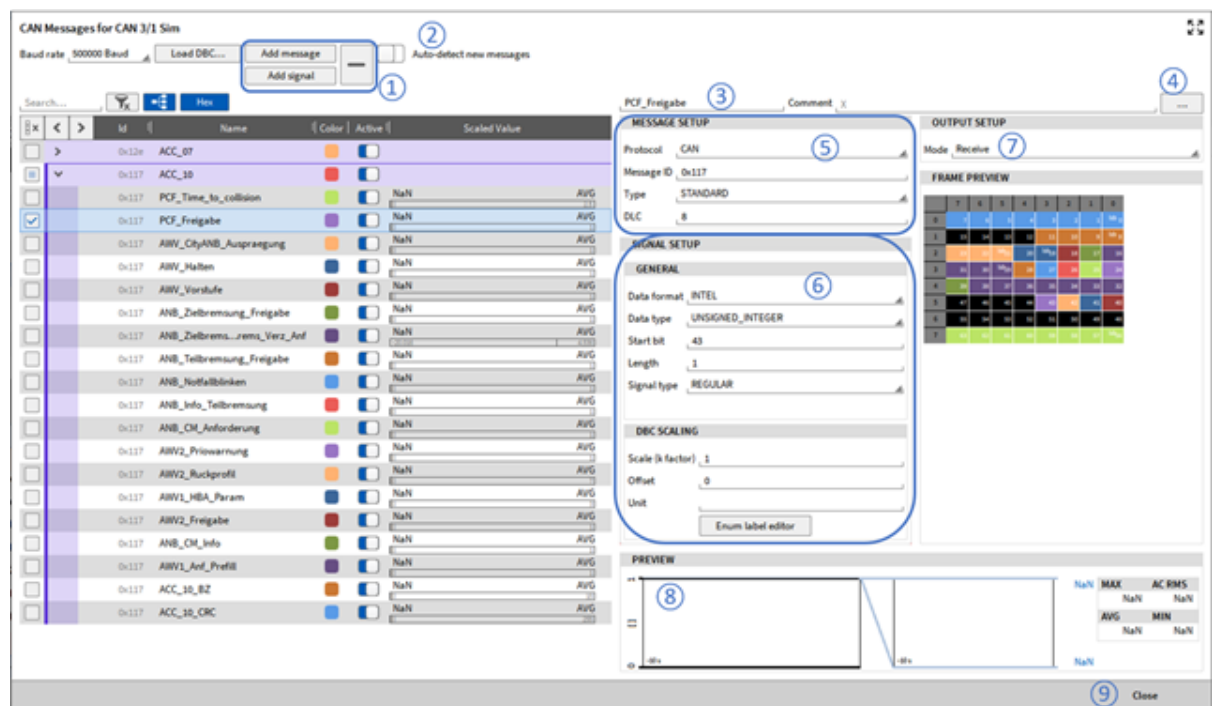

Fig. 7.211: CAN 编辑器总览
输出模式 (见图 7.211 中的 ⑥) 有两种设置选项: AVERAGE 用于计算一个输出周期内的线性平均值, LAST_VALUE 则输出最后一个有效样本。